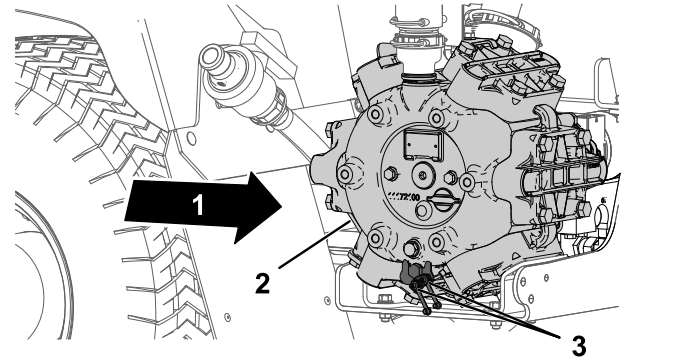

Figura 102
1. Essuyez les 2 graisseurs à distance pour les nettoyer (Figura 102).
2. Injectez de la graisse dans le graisseur à distance (Figura 102).